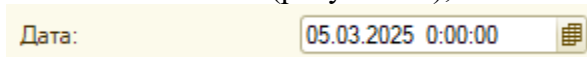

Рисунок 39
3.5.4 поле «Дата» заполняется автоматически (рисунок 39);